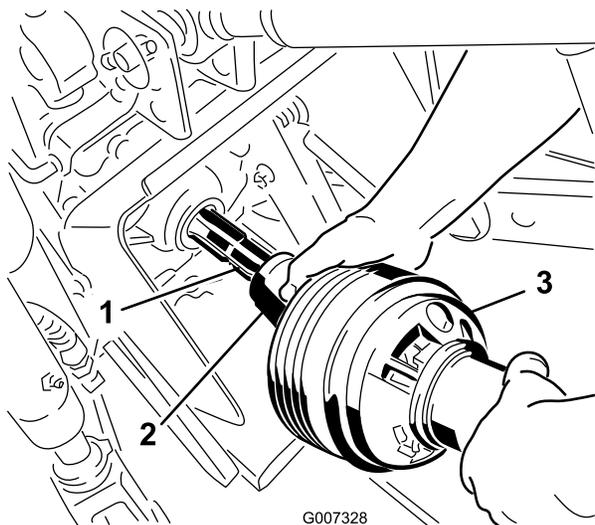

Рисунок 21
3. Соедините ВОМ с выходным валом трактора (Рисунок 21).